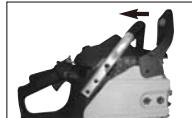

Fig. 3B
1. Sørg for at KÆDEBREMSEARMEN er trukket tilbage i FRAKOBLET position (Fig. 3B).